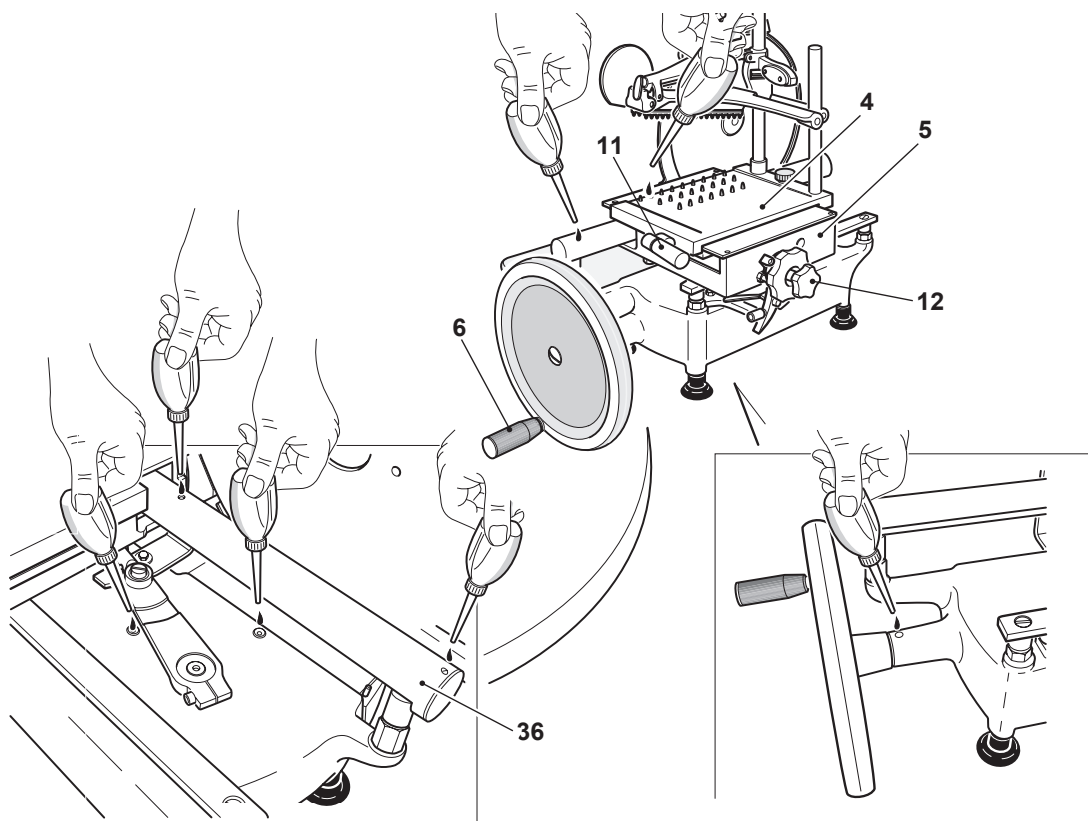

Figure 22-1
1. Une fois par semaine, appliquez 2 à 3 gouttes de lubrifiant sur le rail de guidage du chariot (5) (Figure 22-1).
2. Utilisez le volant du plateau porte-produit (12) pour faire glisser le chariot (5) en va-et-vient 3 à 4 fois.
3. Appliquez 2 à 3 gouttes de lubrifiant sur le porte-produit (4).
4. Tournez la poignée du porte-produit (12) ou poussez doucement sur le levier d'avance rapide (11) pour déplacer le plateau porte-produit (4) d'avant en arrière 3 à 4 fois.
5. Appliquez 2 à 3 gouttes de lubrifiant sur les rails de guidage (36).
6. Tournez la manivelle du volant (6) dans le sens horaire 3 ou 4 fois pour déplacer le porte-produit (4) d'avant en arrière afin de lubrifier les rails de guidage.